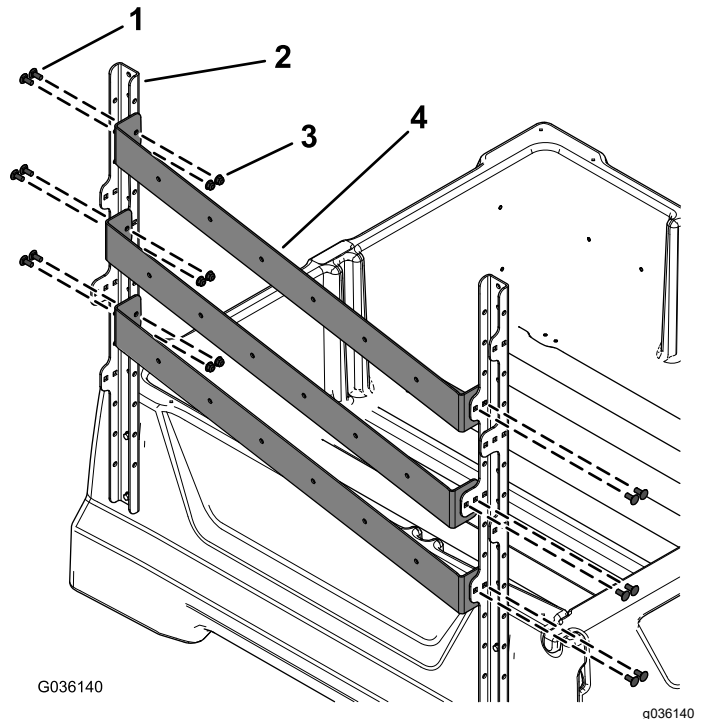

Figura 3
2. Instale los 3 bastidores de palas en los soportes verticales laterales con 12 pernos de cuello cuadrado (5/16" x 3/4") y 12 tuercas con arandela prensada (5/16"), tal y como se muestra en la Figura 3.